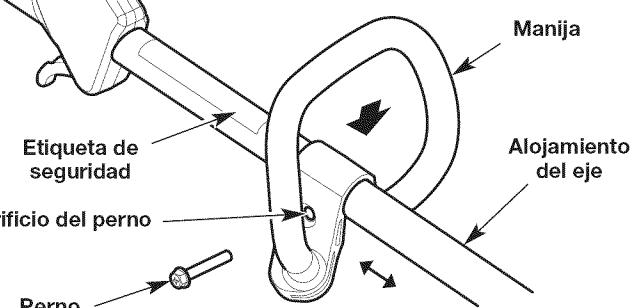

Fig. 7
1. Oprima la manija hacia abajo sobre el alojamiento del eje (Fig. 7). Asegúrese de que el orificio del perno mire hacia la derecha (Fig. 7).
2. Inserte el perno en el orificio del perno y oprímalos para que pase a través de él (Fig. 7). Ajuste el perno con un destornillador de cabeza plana, pero no lo ajuste completamente.
3. Mantenga la unidad en posición operativa (Fig. 15) y mueva la manija hasta una ubicación confortable (Fig. 7). Compruebe que la manija esté ubicada más allá del extremo de la etiqueta de seguridad (Fig. 7).
1. Afloje el perno con un destornillador de cabeza plana (Fig. 7).
2. Mantenga la unidad en posición operativa (Fig. 15) y mueva la manija hasta una ubicación confortable (Fig. 7). Compruebe que la manija esté ubicada más allá del extremo de la etiqueta de seguridad (Fig. 7).